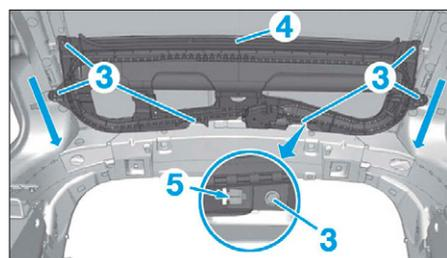

FIG. 12
- les vis de fixation (3) de la cassette de rideau occulteur (4) (Fig.12),
- l'agrafe de maintien (5).
- Retirer la cassette de rideau occulteur (4) vers l'arrière puis vers le bas (suivant flèches).
- Déposer la cassette de rideau occulteur (4).